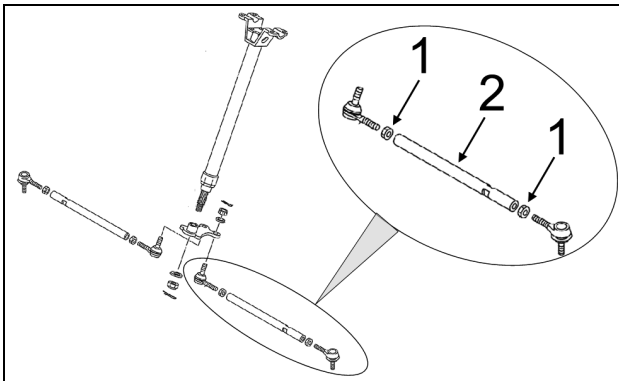
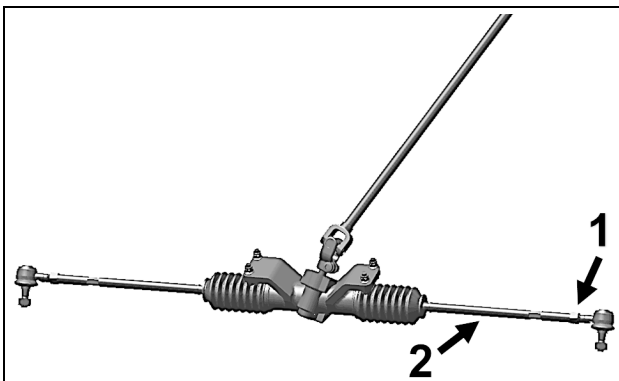

Figure 19
Figure 20
Pour effectuer l'ajustement sur le véhicule, premièrement, débloquer les écrous (1) à chaque extrémité des tiges d'accouplement (2) de la direction, visser ou dévisser ensuite la tige d'accouplement (2) d'un nombre de tours égal des deux côtés du véhicule. Resserrer les écrous après avoir complété l'ajustement. Voir la Figure 19 et la Figure 20.